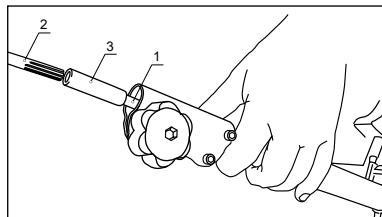

рис. 6
7. Для моделей КС 1800Р, КС 2500Р, КС 3000Р, имеющих разборную штангу, соедините вал верхней части штанги 1 (рис. 6) и нижней части штанги 2 (рис. 6) с помощью муфты 3 (рис. 6) из комплекта.